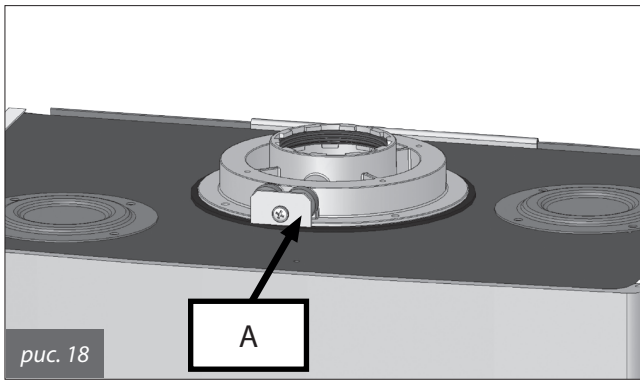
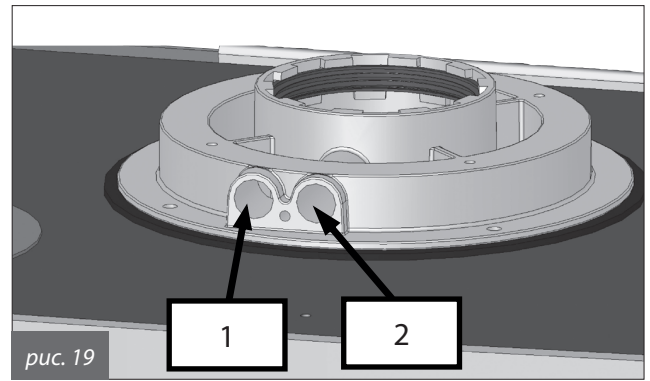

рис. 18
рис. 19
На котле предусмотрены измерительные патрубки соединенные с каналами воздухозабора/дымоотвода (рис. 18 и 19).
С помощью данных патрубков можно произвести забор проб воздуха поступающего на горение и отводимых дымовых газов (рис. 19). Для проведения отбора проб необходимо предварительно снять заглушку **A**, закрывающую доступ к точкам забора проб (рис. 18).
- замер температуры воздуха поступающего на горение через соответствующее отверстие 1 (рис. 19).
- замер температуры и содержания CO₂ в дымовых газах через соответствующее отверстие 2 (рис. 19).